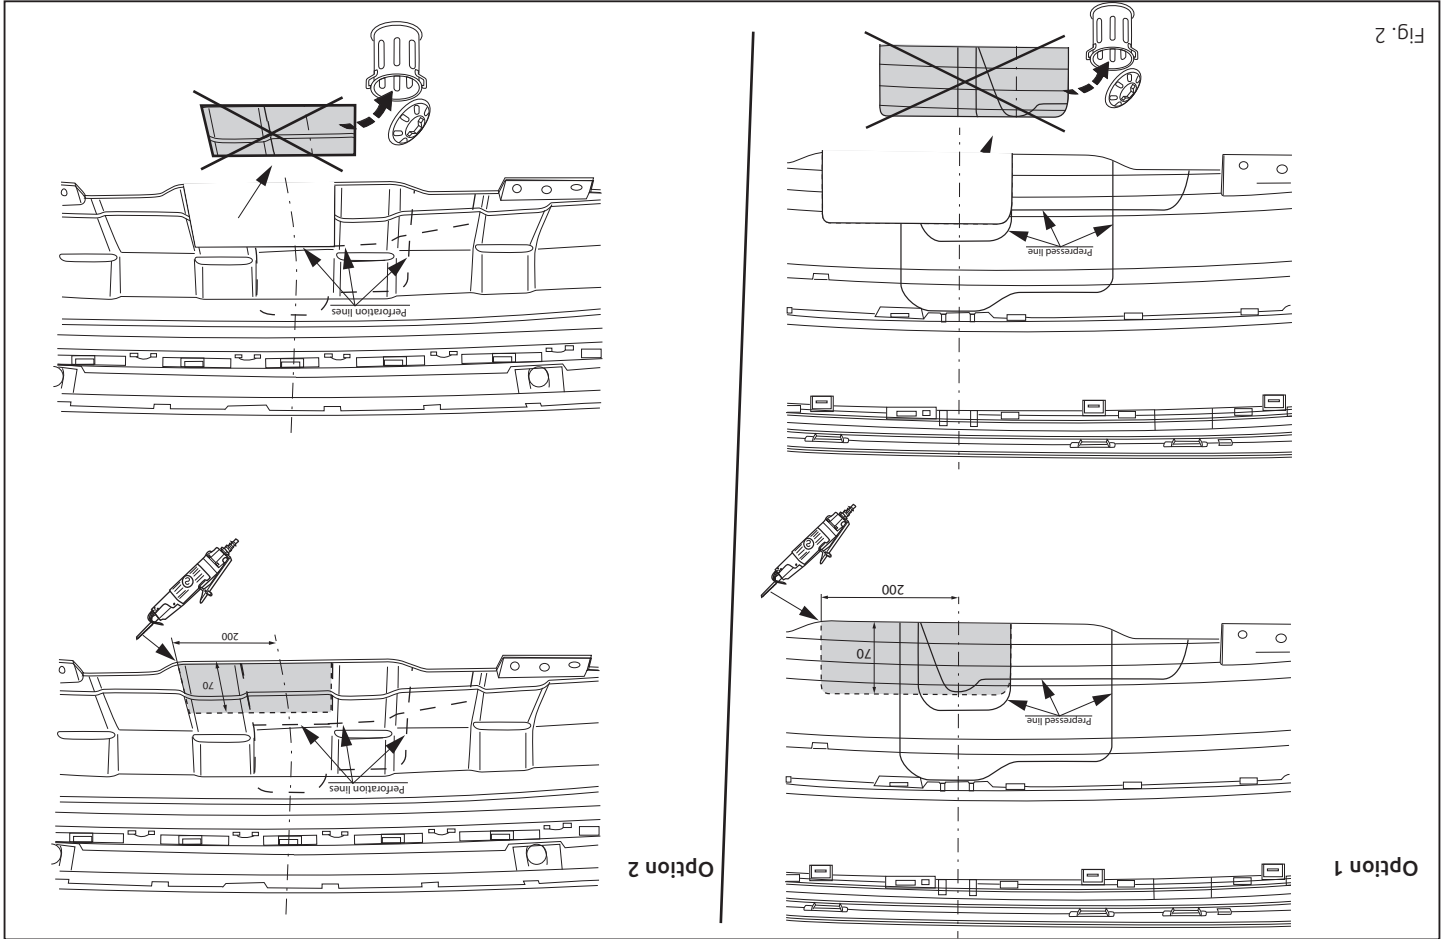

Fig. 2
4. Saw a section out of the middle of the underside of the bumper as shown in fig. 2.
4. Auf der Unterseite der Stoßstange einen Teil aus der Mitte gemäß Abbildung 2 ausschneiden.
pondant à la figure 2.